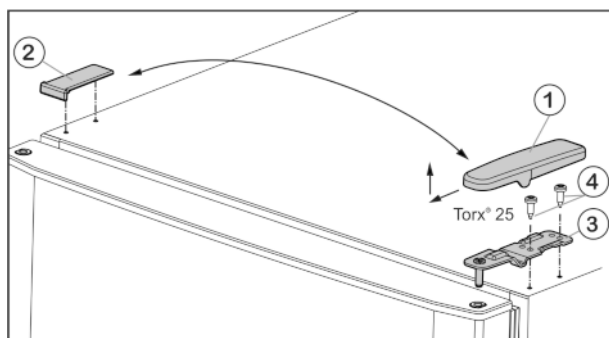
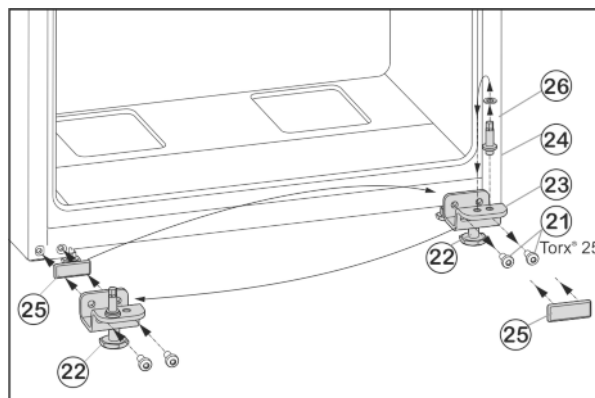

Fig. 4
Fig. 6
- Kryt Fig. 4 (1) stáhněte dopředu a nahoru.
- Kryt Fig. 4 (2) zvedněte.
- Horní stojan ložiska Fig. 4 (3) odšroubujte (2 krát Torx® 25) Fig. 4 (4) a stáhněte nahoru.
- Upevňovací šrouby Fig. 6 (21) odšroubujte.
- Vyjměte spodní stojan ložiska Fig. 6 (23) i s ložiskovým čepem Fig. 6 (24), podložkou Fig. 6 (26) a seřizovací nožkou Fig. 6 (22).
- Ložiskový čep Fig. 6 (24) kompletně odšroubujte i s podložkou Fig. 6 (26), přemístěte do protilehlého upínacího otvoru stojanu ložiska a opět přišroubujte.
- Krycí desku Fig. 6 (25) opatrně sejměte a přemístěte ji na protější stranu.
- Spodní stojan ložiska Fig. 6 (23) opět kompletně, i s ložiskovým čepem Fig. 6 (24), podložkou Fig. 6 (26) a seřizovací nožkou Fig. 6 (22), případně s pomocí akumulátorového šroubováku **silou (4 Nm)** našroubujte na nové straně závěsu dveří.
- Spodní dveře nasadte shora na ložiskový čep Fig. 6 (24).
- Prostřední stojan ložiska (13) otočený o 180° nasadte do spodních dvířek a našroubujte jej pomocí upevňovacích šroubů (11) (2 x Torx® 25) pevně na novou stranu závěsu dveří (4 Nm).
- Opět nasadte plastovou podložku (10).
- Horní dvířka usadte na prostředním ložiskovém čepu (13).
- Horní stojan ložiska Fig. 4 (3) vložte na nové straně závěsu do dvířek.
- Horní stojan ložiska **pevně přišroubujte (4 Nm)** (2krát Torx® 25) Fig. 4 (4). Popřípadě použijte akumulátorový šroubovák.
- Kryt Fig. 4 (1) na opačné straně zvenčí nasadte a nechte zaklapnout.
- Kryt Fig. 4 (2) vždy na opačné straně shora nasadte a nechte zaklapnout.
- Seřizovací nožku Fig. 6 (22) na spodním stojanu ložiska Fig. 6 (23) vytácejte, až dosedne na zem.